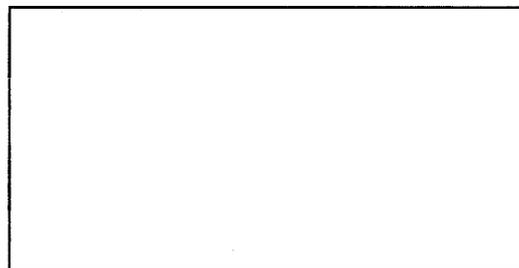

Рис.5. Пример полукружного поиска.
3. Поиск ведите не торопясь, систематически, старайтесь вести рамку так, как показано на рис.5.